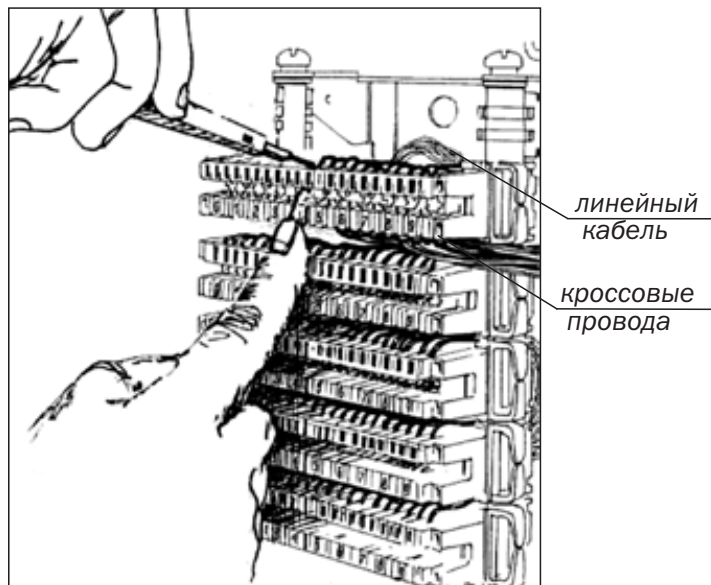

Рис. 3.4. Включение жил в контакты плинта с помощью сенсорного инструмента компании KRONE
- раскладывают таким образом все жилы пучка и запрессовывают их нажатием на сенсорный инструмент (без предварительного снятия изоляции) (рис. 3.4) до щелчка, удаляют отрезки жил;